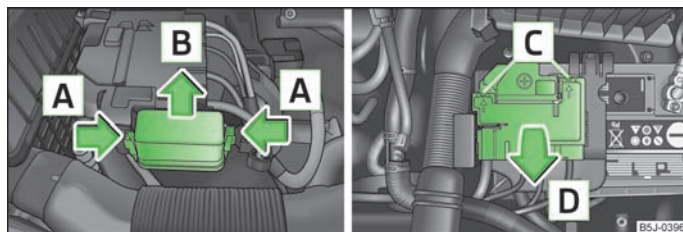

Fig. 144 Batterie du véhicule : cache de la boîte à fusibles
- Appuyez en même temps sur les étriers de fixation du cache du boîtier à fusibles dans le sens de la flèche **A** » fig. 144 et poussez le cache dans le sens de la flèche **B** pour l'enlever.